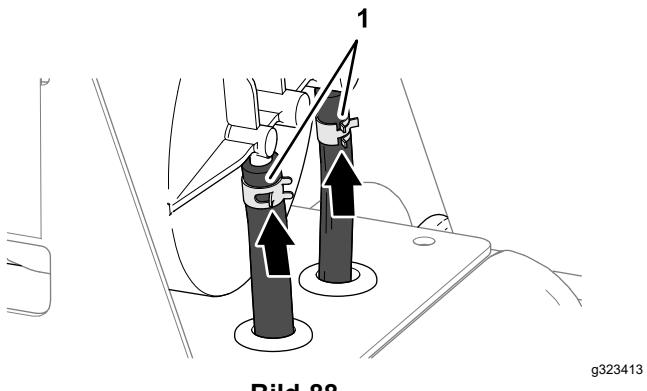

Bild 88
- Befestigen Sie die Schläuche mit Schlauchklemmen an den Anschlussstücken (Bild 88)